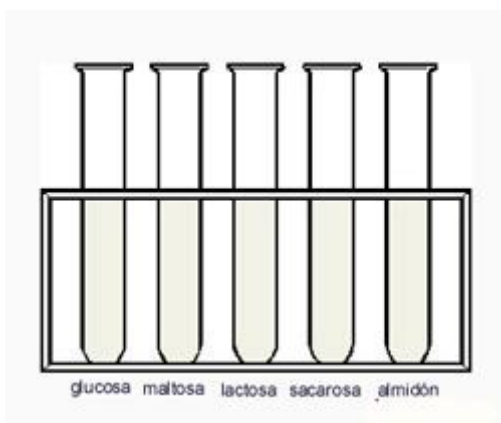

Figura 5
Tomar una muestra de sacarosa y añadir unas 10 gotas de ácido clorhídrico al 10%. Calentar a la llama del mechero durante un par de minutos. Dejar enfriar y realizar la Prueba de Fehling. Observa el resultado (Figura 5). La reacción positiva nos dice que hemos conseguido romper el enlace O-glucosídico de la sacarosa. (Se recomienda antes de aplicar la reacción de Fehling, neutralizar con bicarbonato, Fehling sale mejor en un medio que no sea ácido.)
- Colocar en una gradilla muestras de distintos glúcidos. Figura 5